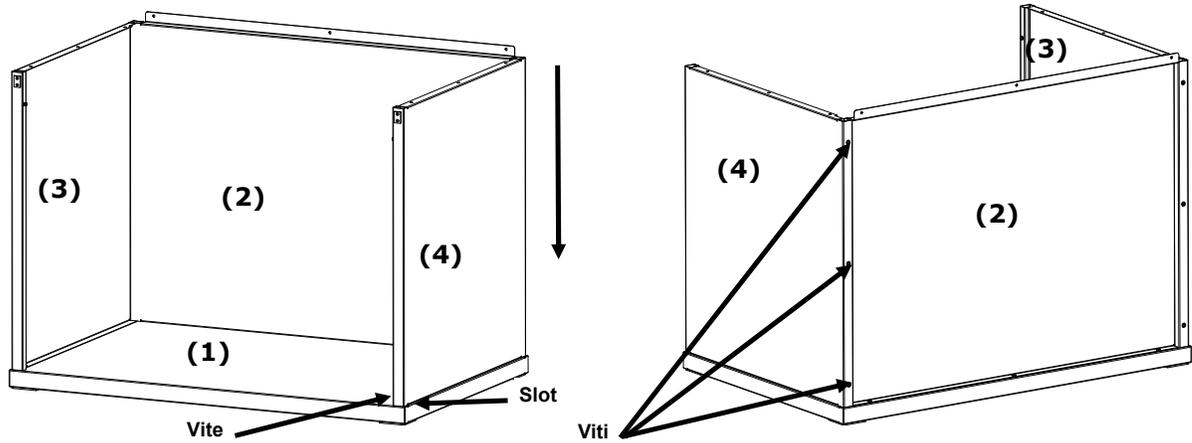

Figura 4. Pannello destro fissato ai pannelli, posteriore e di base
5. Collocare il pannello destro (4) con il lato liscio verso fuori, sopra il bordo superiore del pannello posteriore (2).
6. Far scorrere il pannello destro (4) verso il basso lungo il canale di incastro fino a quando la linguetta anteriore del pannello destro (4) non si inserisca nel pannello di base (1). Fissare il pannello destro (4) a quelli di base e posteriore, serrando le quattro viti come illustrato nella Figura 4.